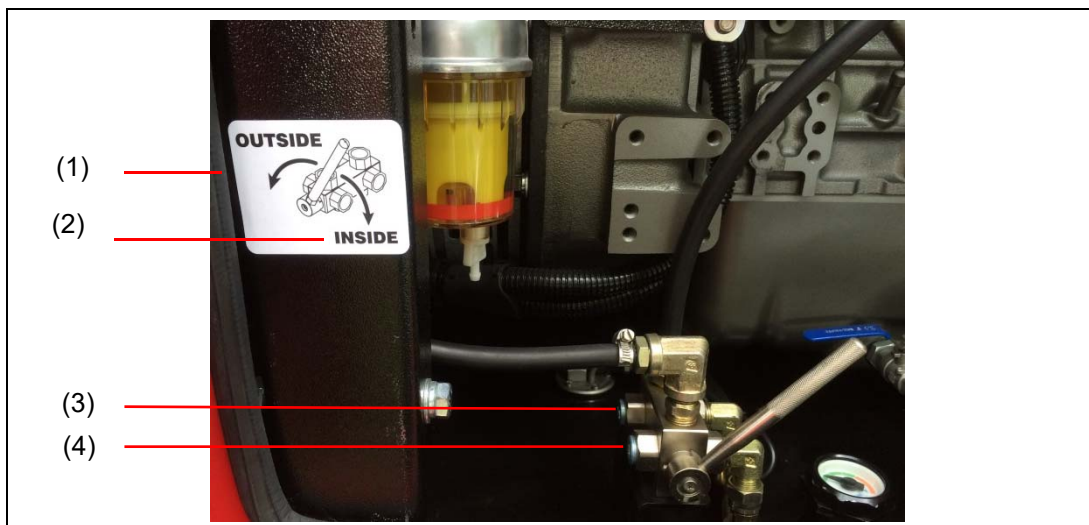

Рис. 9-1: Топливный кран/заправочное устройство
- Топливный кран в позиции СОБСТВЕННЫЙ БАК (Рис. 9-1: Топливный кран/заправочное устройство)